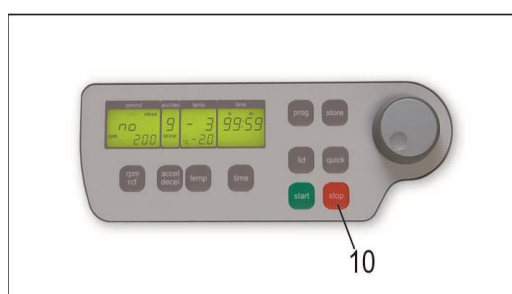

Abbildung 29
Mit der „stop“ Taste (10) (siehe Abbildung 29) kann ein Lauf jederzeit unterbrochen werden. Nach Betätigen der Taste wird die Zentrifuge mit der jeweiligen vorgewählten Bremsintensität bis zum Stillstand abgebremst.